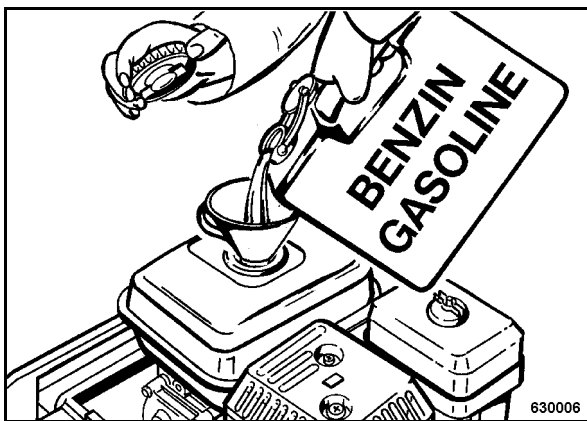

рис. 30
- Залить топливо через воронку с сеткой (рис. 30).